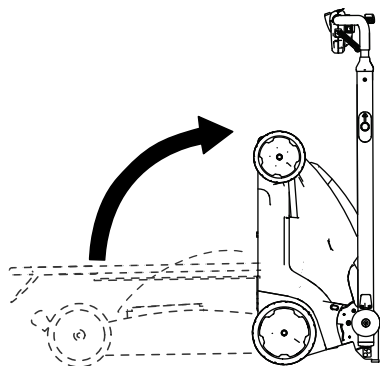

Figura 22
5. Înclinai maina în spate i transportai-o cu ajutorul mânerului într-un spaiu de depozitare (Figura 22).